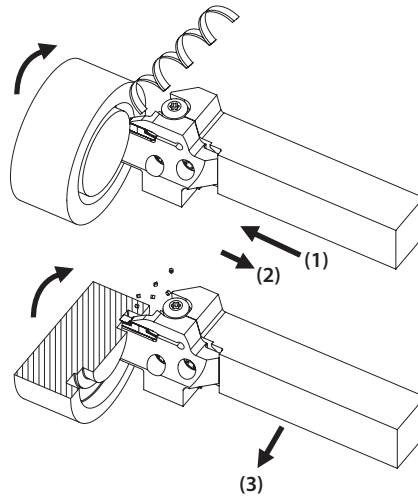

Fig.1
- (1) Mergulhe
- (2) Recue 0.1 mm. Deixar de recuar a ferramenta antes do corte transversal resultará em um desequilíbrio, com a carga aplicada em somente um lado da aresta de corte.
- (3) Execute o Torneamento Transversal (Veja Fig. 1)